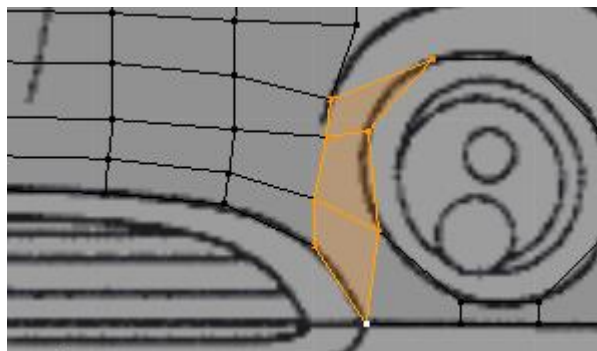

Figura 4.34
36. Seleccione sucessivamente 4 vértices, **[RMB]**, **[Shift]+[RMB]**, e crie uma face entre eles, **[F]**, figura 4.34.